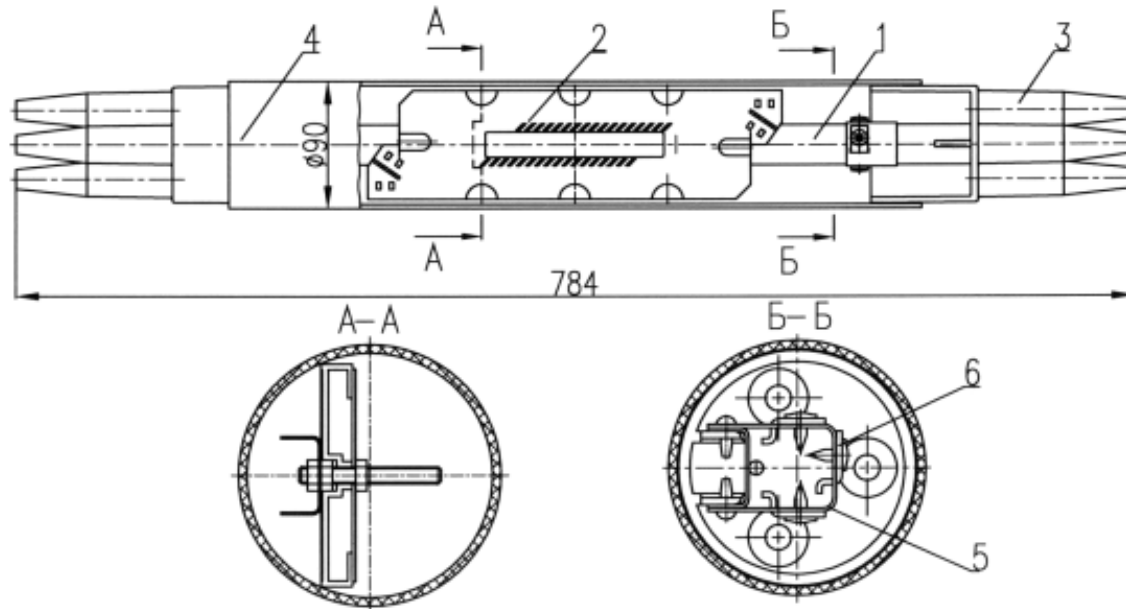

Рис. 1. Муфта оптическая городская укороченная (МОГУ-М)
2.1. Муфта МОГУ-М (рис. 1) состоит из следующих изделий: лотка (1), кассеты (2), двух оголовников (3), трубы (4).